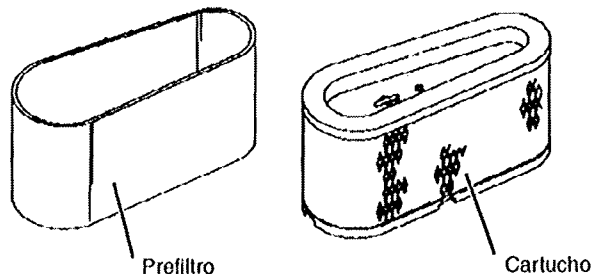

FIGURA 29
- Deslice el prefiltro de espuma hacia afuera del cartucho (vea la Figura 29).